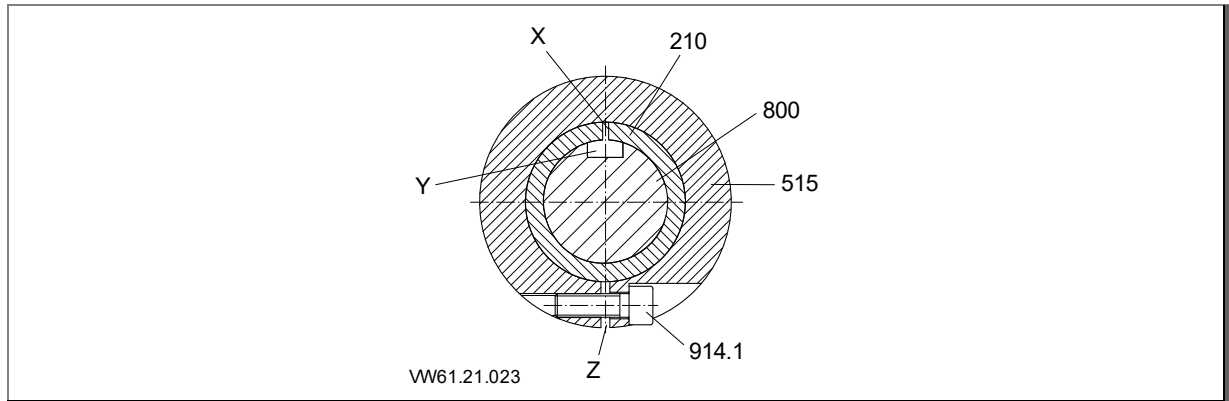

Abb. 8
1. Motorwellenende auf die Pumpenwelle (210) schieben. Die Passfedernut der Motorwelle und der Schlitz der Pumpenwelle (210) müssen deckungsgleich sein und gegenüber dem Schlitz des Spannrings (515) liegen. Siehe "Abb. 8" auf Seite 28